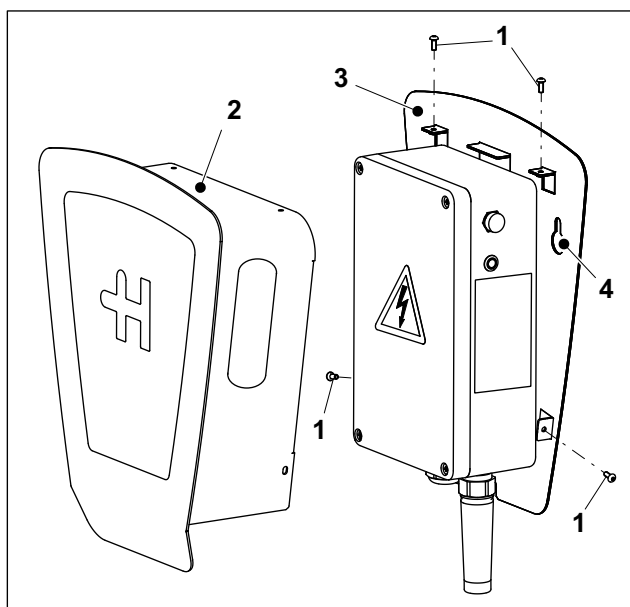

Fig. 7 Heidelberg Wallbox Home Eco con calotta
10. Applicare la calotta e serrare a fondo le quattro viti M4x10 (fig. 7/1) (1,8 Nm). Le quattro viti sono accessori acclusi.